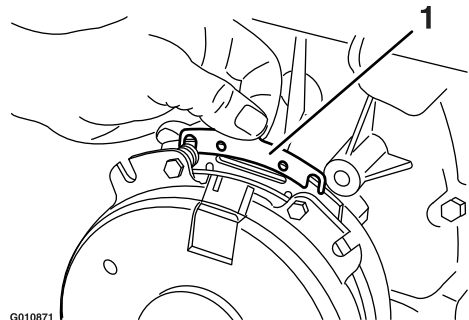

Figure 71
- B. A l'aide d'une pince à becs longs ou avec les doigts, saisissez la languette et déposez la cale (Figure 71).
Enlevez l'herbe, les saletés et autres débris éventuellement accumulés sur la grille du moteur. Cela permet d'assurer un refroidissement et un régime moteur corrects, et réduit les risques de surchauffe et de dommages mécaniques du moteur (Figure 71).